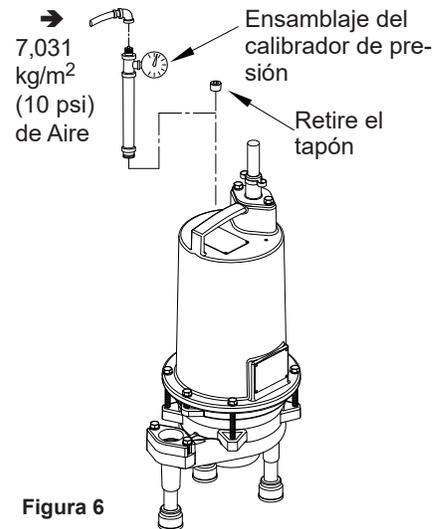

Figura 6
Para bombas que se han desensamblado - Si la bomba ha sido desensamblada, se debe vaciar el aceite antes de ejecutar una prueba de presión, tal como se indica en "Cómo cambiar el aceite". Retire el tapón del tubo (Ref. No. 20) del cárter del motor (Ref. No. 19). Aplique sellador para tubería al ensamble del calibrador de presión y apriete hacia el interior del orificio (vea la Figura 6).
- Puede llevar a cabo la prueba de presión con el aceite a su nivel normal. Retire el tapón del tubo (Ref. No. 20) del cárter del motor (Ref. No. 19). Aplique sellador para tubería al ensamblaje del calibrador de presión y apriete hacia el interior del orificio (vea la Figura 6). Presurice el cárter del motor (Ref. No. 19) a 7,031 kg/m² (10 psi). Use una solución jabonosa alrededor de las áreas selladas y examine las uniones para ver si hay "burbujas de aire". En las áreas selladas por debajo del nivel de aceite, las fugas dejarán escapar el aceite. Si después de cinco minutos la presión todavía se mantiene constante, y no se observan "burbujas"/fugas de aceite, deje salir la presión lentamente y retire el ensamblaje del calibrador. Cambie el aceite tal como se indica en "Cómo cambiar el aceite". Si la presión no se mantiene constante, se deberá ubicar la fuga y repararla.